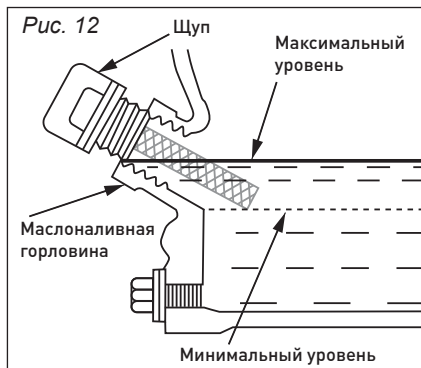

Рис. 12
4. Проконтролируйте уровень моторного масла, при максимальном уровне, моторное масло доходит до края резьбы маслозаливной горловины (рис. 12).